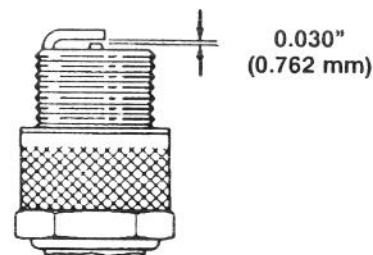

Abbildung 12
4. Den Abstand zwischen mittiger und Seitenelektrode auf 0,762 mm einstellen (Abb. 12). Die korrekt eingestellte Zündkerze mit einer Dichtung einsetzen und auf ein Moment von 20,4 Nm anziehen. Wenn kein Drehmomentschlüssel zur Hand ist, die Kerze einfach fest anziehen.